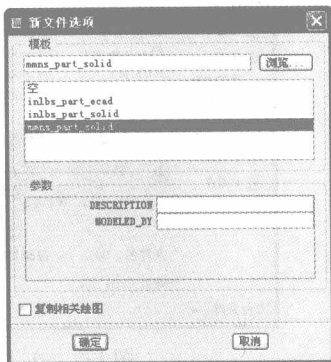

图 1-5 “新文件选项”对话框
- 3 在出现的“新文件选项”对话框中的“模板”选项组中选择 mmns_part_solid,单击“确定”按钮,如图 1-5 所示。